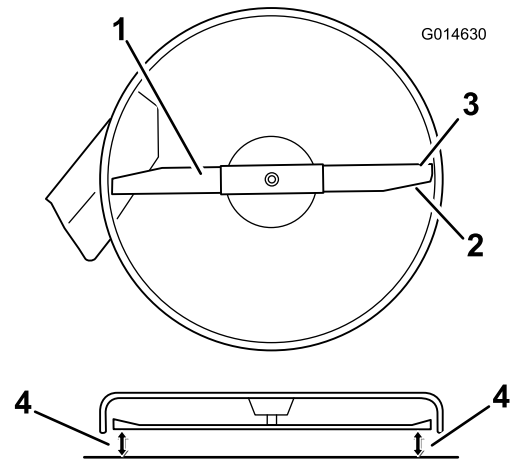

Figure 49
- Faites pivoter la ou les lames avec précaution pour qu'elles soient toutes parallèles (Figure 49)
- Mesurez la distance entre les tranchants extérieurs et le sol plat (Figure 49). Si les deux mesures diffèrent de plus de 5 mm (3/16 po), un réglage s'impose. Poursuivez la procédure.